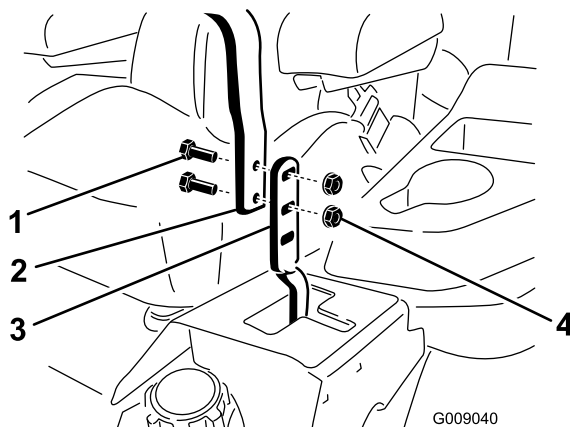

Figura 87
3. Desaperte os parafusos e as porcas flangeadas instalados nas alavancas (Figura 87).